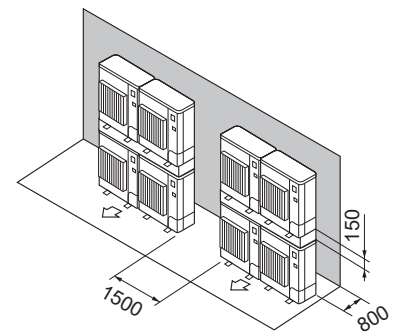

Fig. 2-19
(7) Plassering av stablede enheter (Fig. 2-19)